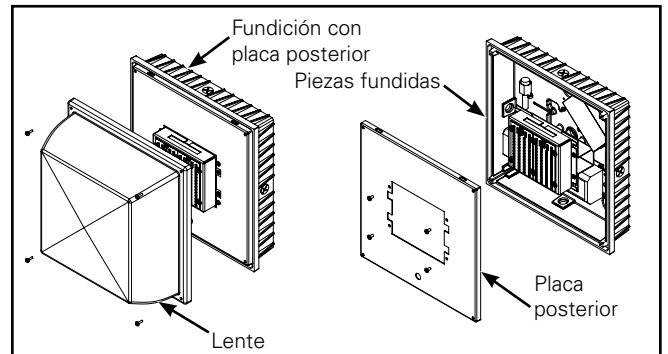

Figura 6.
2. Quite la placa posterior con un destornillador Phillips (Figura 6).